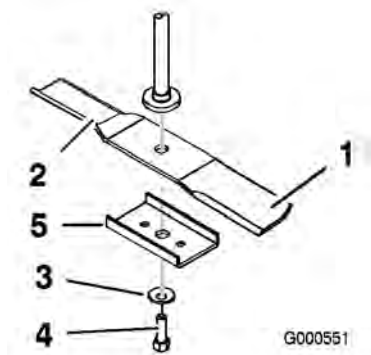

Bild 42
Halten Sie das Ende des Messers mit einem stark wattierten Handschuh oder wickeln Sie einen Lappen um es herum. Entfernen Sie die Messerschraube, Wellenscheibe, Messerverstärkung (nur 52 Zoll Mähwerke) und das Messer von der Spindelwelle (Bild 42).
- Setzen Sie das Messer mit der Messerverstärkung auf die Spindelwelle (nur 52 Zoll Mähwerke), siehe Bild 42.
- Setzen Sie die Wellenscheibe (Kappenseite zum Messer) und die Messerschraube ein (Bild 42). Ziehen Sie die Messerschraube mit 47 bis 88 Nm an.